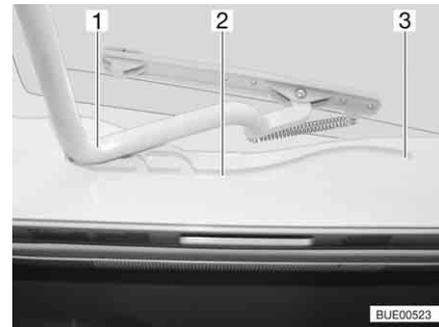

Bild 97 Heki-Dachhaube, Führung
- Den Bügel (Bild 97,1) in den Führungen (Bild 97,2) bis in die hinterste Position (Bild 97,3) ziehen.
- Den Bügel (Bild 97,1) mit beiden Händen leicht nach oben drücken.
- Den Bügel in den Führungen (Bild 97,2) bis zur gewünschten Stellung ziehen.